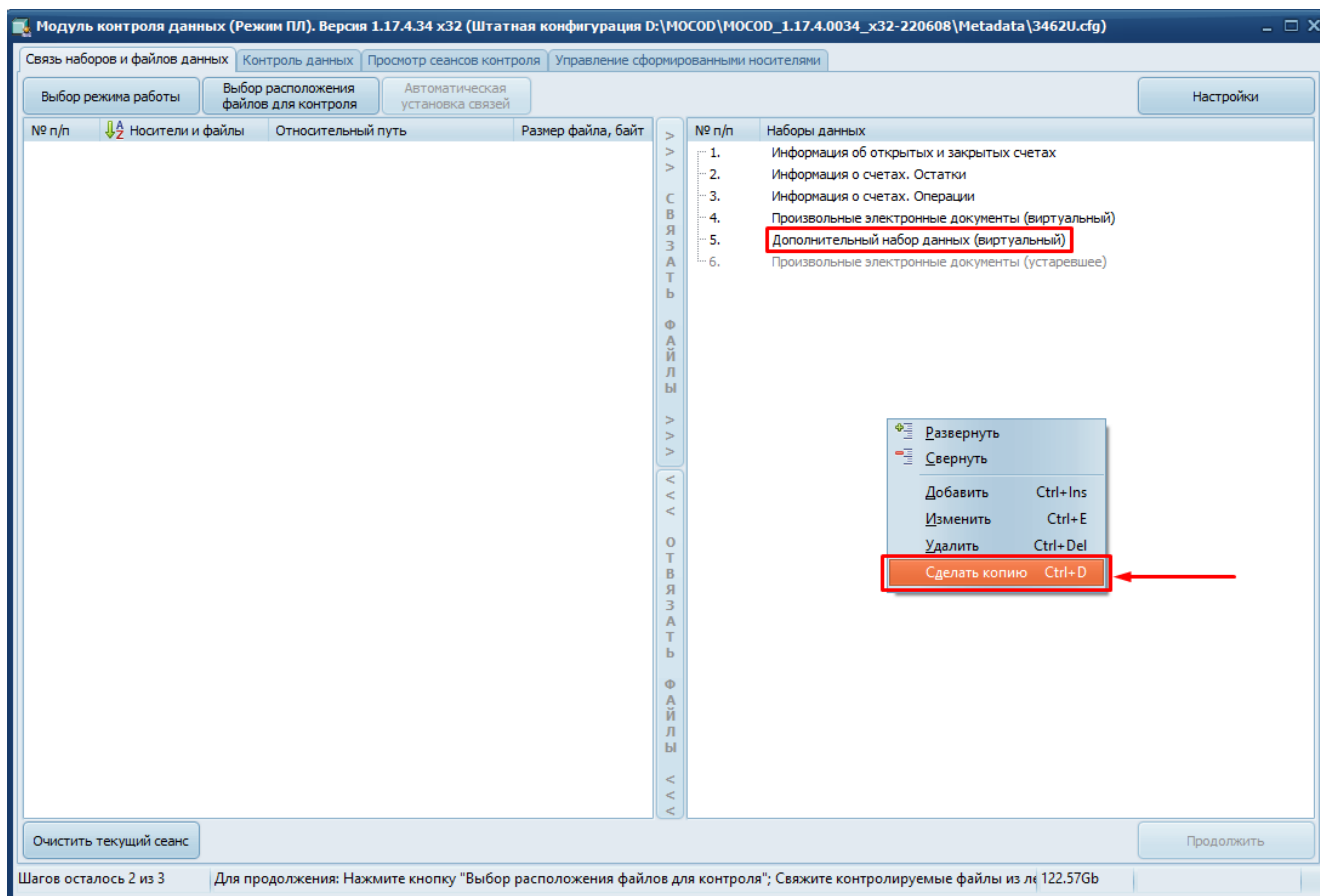

Рисунок 13 – Дублирование созданного ранее виртуального набора данных
2) Нажать правой кнопкой мыши в правой панели рабочей области и выбрать вариант «Сделать копию» (Рисунок 13), либо нажать комбинацию клавиш «Ctrl+D» на клавиатуре.